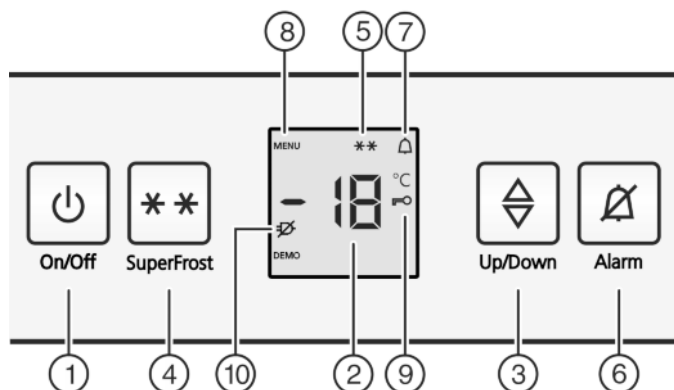

Fig. 2
- ▶ Нажать кнопку On/Off Fig. 2 (1).
- ▶ Активация режима настройки: Нажмите кнопку SuperFrost Fig. 2 (4) и удерживайте ее прим. 5 секунд.
- ▷ На индикаторе будет отображаться символ «Меню» Fig. 2 (8).
- ▶ Для подтверждения нажать и отпустить кнопку «SuperFrost» Fig. 2 (4).
- ▷ На индикаторе горит символ «Защита от детей» Fig. 2 (9).
- ▶ нажмите и отпустите кнопку "On/Off" Fig. 2 (1).
- ▷ Символ «Защита от детей» Fig. 2 (9) гаснет.
- ▶ Нажмите кнопку Alarm Fig. 2 (6).
Одновременно мигает индикация температуры и символ тревоги *Fig. 2 (7)*.
Звуковой сигнал выключается автоматически, символ аварийного сигнала *Fig. 2 (7)* выключается и индикатор температуры перестает мигать, если температура снова становится достаточно низкой.
- ▶ Нажмите кнопку Alarm *Fig. 2 (6)*.